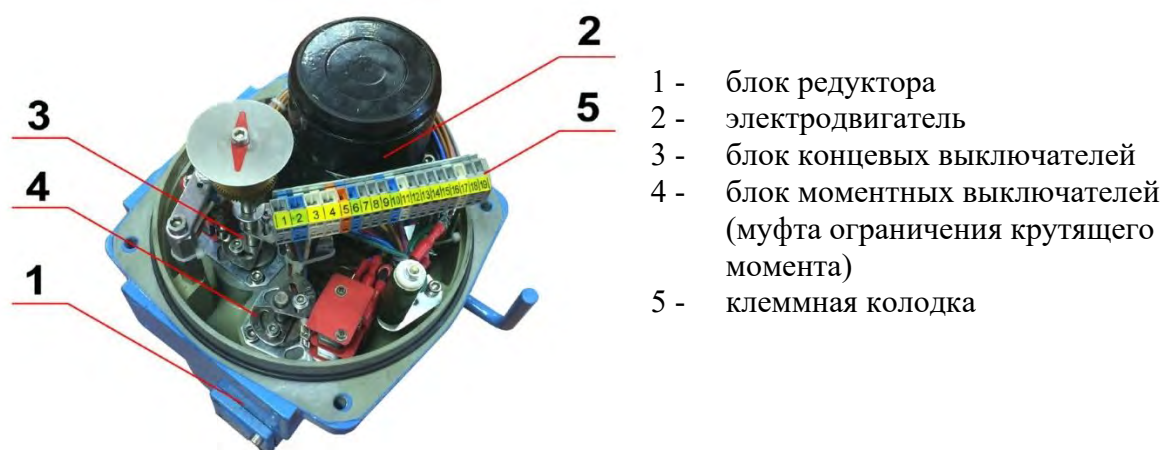

Рис. 2. Основные элементы конструкции электропривода тип QT
1.3.1. Основные элементы конструкции электропривода приведены на рис. 2.